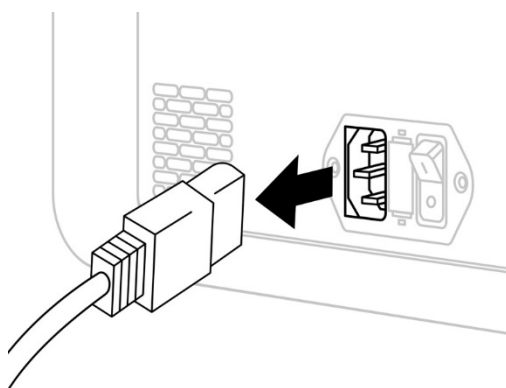

Figura 33 - Disconnessione del cavo di alimentazione del generatore RF
- Per rimuovere l'alimentazione, scollegare il cavo di alimentazione dalla presa di alimentazione del generatore (Figura 33) e dalla presa di alimentazione di livello ospedaliero con messa a terra di protezione (terra). Assicurarsi che il display sia spento.